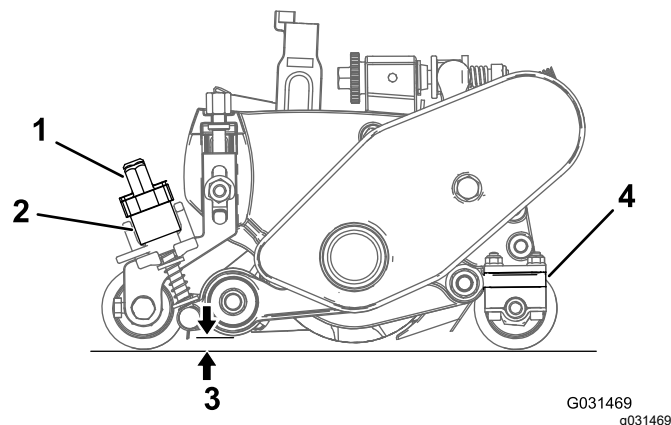

図 28
- クイックアップレバー 図 28 を作業位置にハンドルがカッティングユニットの前方を向くようにセットする。
- グルーマリールの一端側で、ブレードの一番低い刃先と床との距離を測る 図 28。高さ調整ノブ 図 28 を使って、グルーマの刃先の高さを希望の高さに調整する。